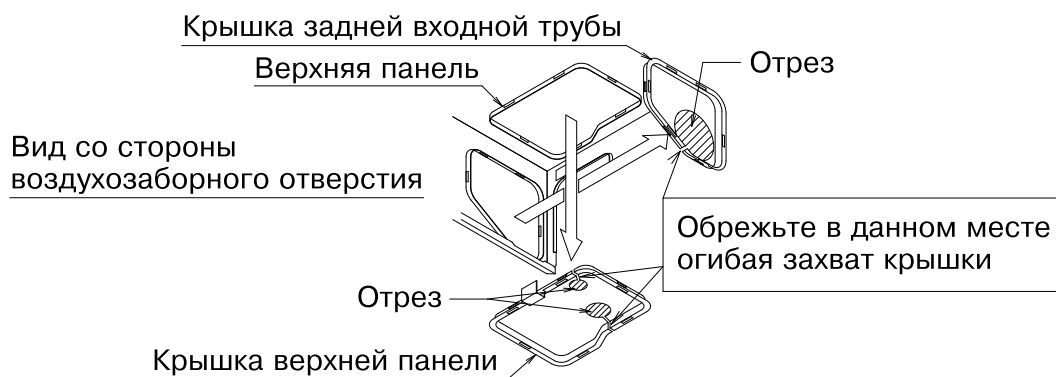

Рис. 16
- Снимите заднюю крышку и подсоедините патрубок. (См. рис. 16 и 18)
- Снимите крышку для доступа к верхней панели и подсоедините трубопровод с помощью Г-образного переходника (опция). (См. рис. 16 и 17)
- После завершения работы с трубопроводами прорежьте снятую крышку вдоль трубопровода и установите его. Также, что касается крышки верхней панели, которая была снята ранее, проденьте провод электродвигателя привода лопастей и вывод термистора через зажим на крышке верхней панели и зафиксируйте их. (См. рис. 16 и 19) При этом следует заделать все зазоры между трубопроводом и крышкой, закрывающей отверстие для трубопровода, с помощью шпатлевки во избежание попадания пыли во внутренний блок.